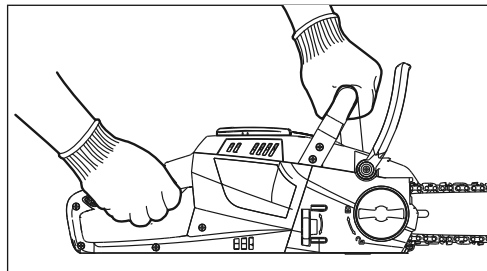

FIG. 6
- Une scie à chaîne est conçue pour une utilisation à deux mains. Des blessures graves à l'utilisateur, aux aides ou aux spectateurs peuvent résulter d'un fonctionnement à une seule main (fig. 6).